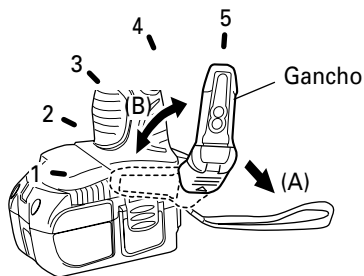

Fig. 10
- (1) Operación del gancho
- (a) Extraiga el gancho hacia sí en la dirección de la flecha (A) y gírelo en la dirección de la flecha (B). (Fig. 10)